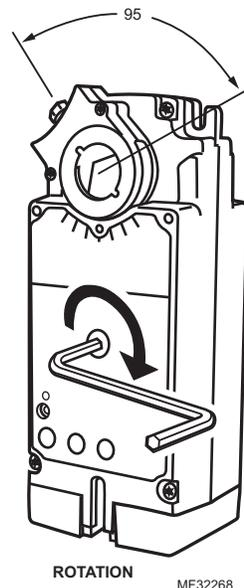

Fig. 7. Positionnement manuel.
2. Insérer la clé hexagonale fournie comme illustré sur la Fig. 7.